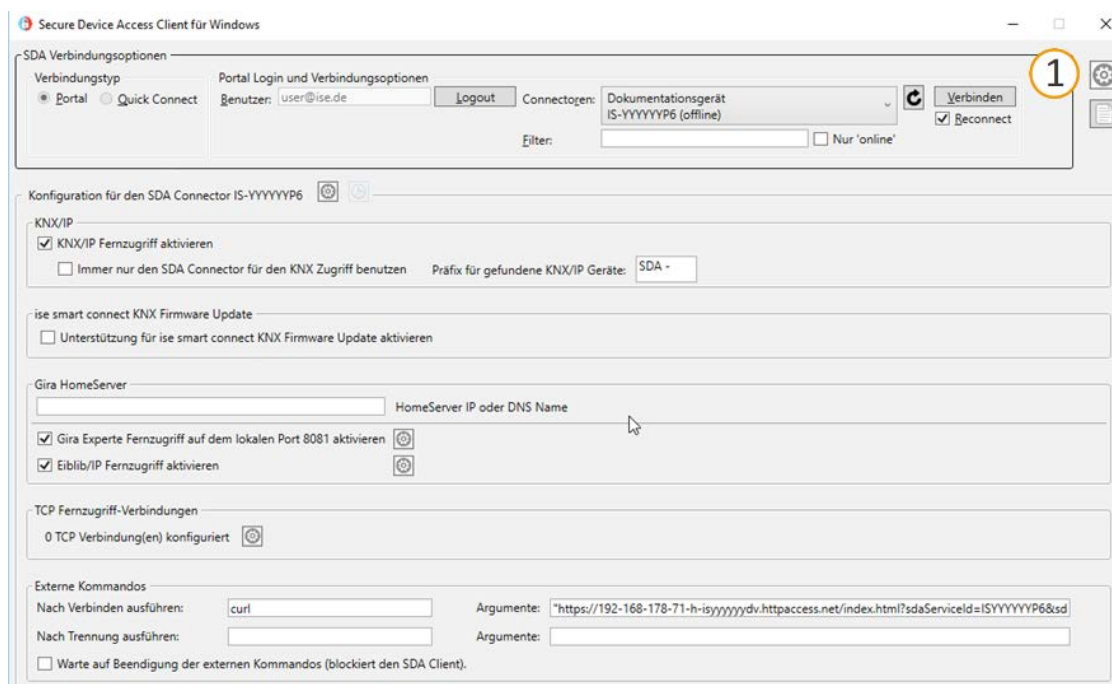

Abbildung 12: SDA Client - Allgemeine Einstellungen öffnen
Die allgemeinen Einstellungen öffnen Sie über die Schaltfläche „Zahnrad“ (oben rechts, siehe Abbildung 12: SDA Client - Allgemeine Einstellungen öffnen“, (1)).